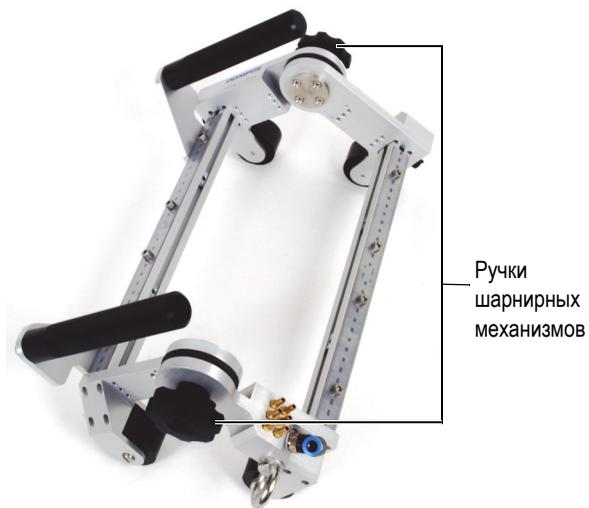

Рис. 2-1 Изменение угла рамы
1. Ослабьте ручки на обоих шарнирных механизмах (Рис. 2-1 на стр. 48).